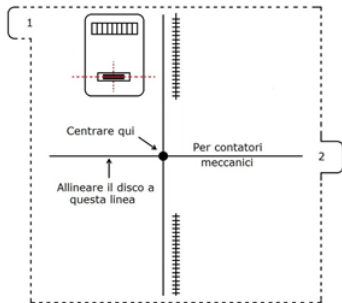

Fig.4
a. Rimuovere il template (Fig.4) dallo sfondo bianco tirando delicatamente lo slip 1 nell'angolo a sinistra.
b. Applicare il template sul contatore allineando la sua linea orizzontale con il disco a rotazione e quella verticale con la linea verticale a metà del contatore (Fig.4).